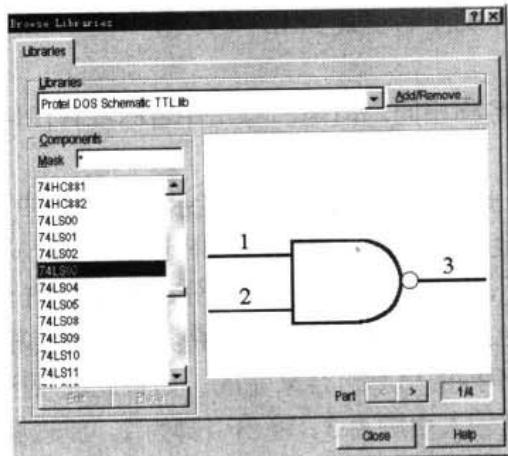

图 4-20 Browse Libraries (浏览元件库) 对话框
- (4) 如果元件的属性参数都不知道, 可单击 Browse 按钮, 系统将弹出如图 4-20 所示的 Browse Libraries 对话框; 选择元件相关的库。